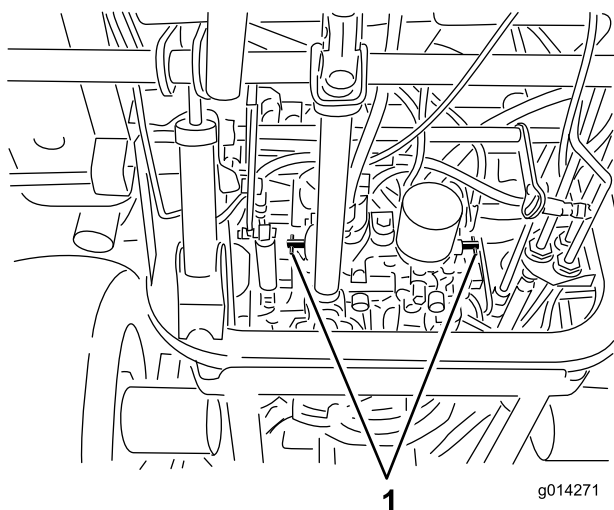

図 34
4. 各バイパス・バルブを左回りに1回転させる (図 34)。
各バイパス・バルブを右回りに1回転させ、手で普通に締めてください (締め付けトルクで約 8 N・m (0.8 kg・m)) (図 34)。